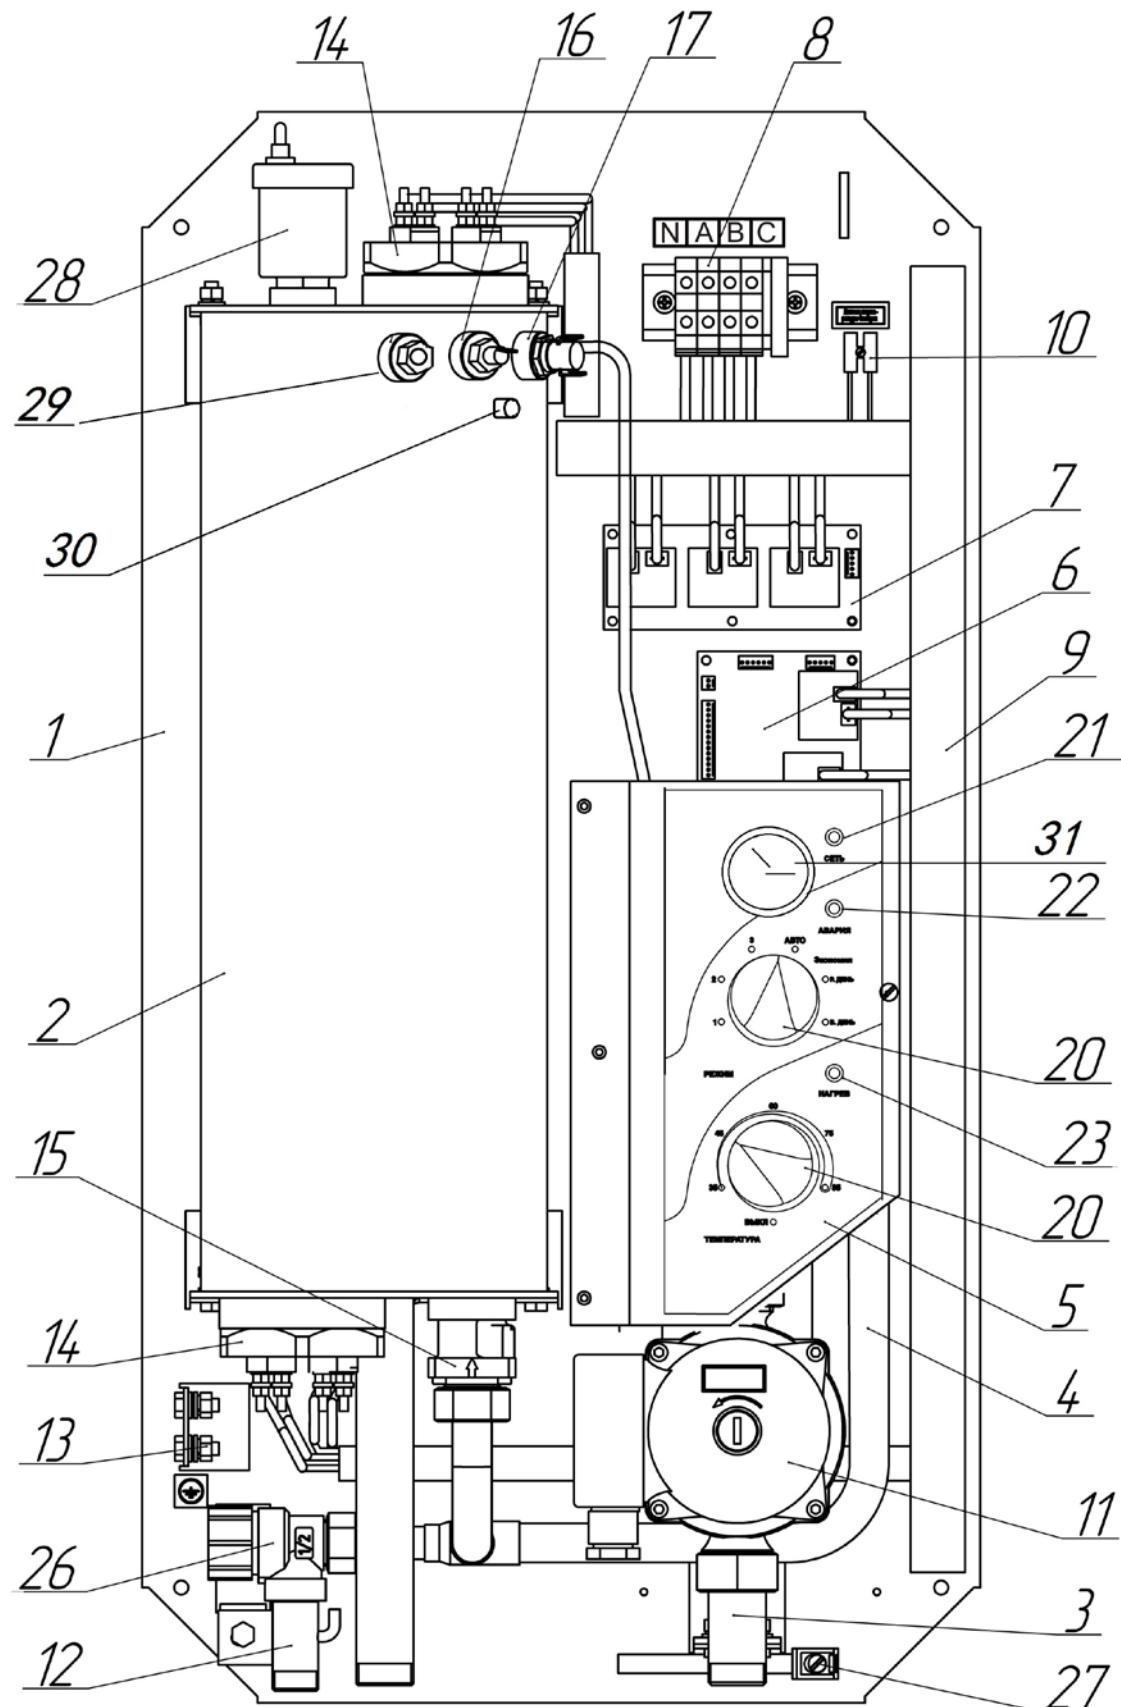
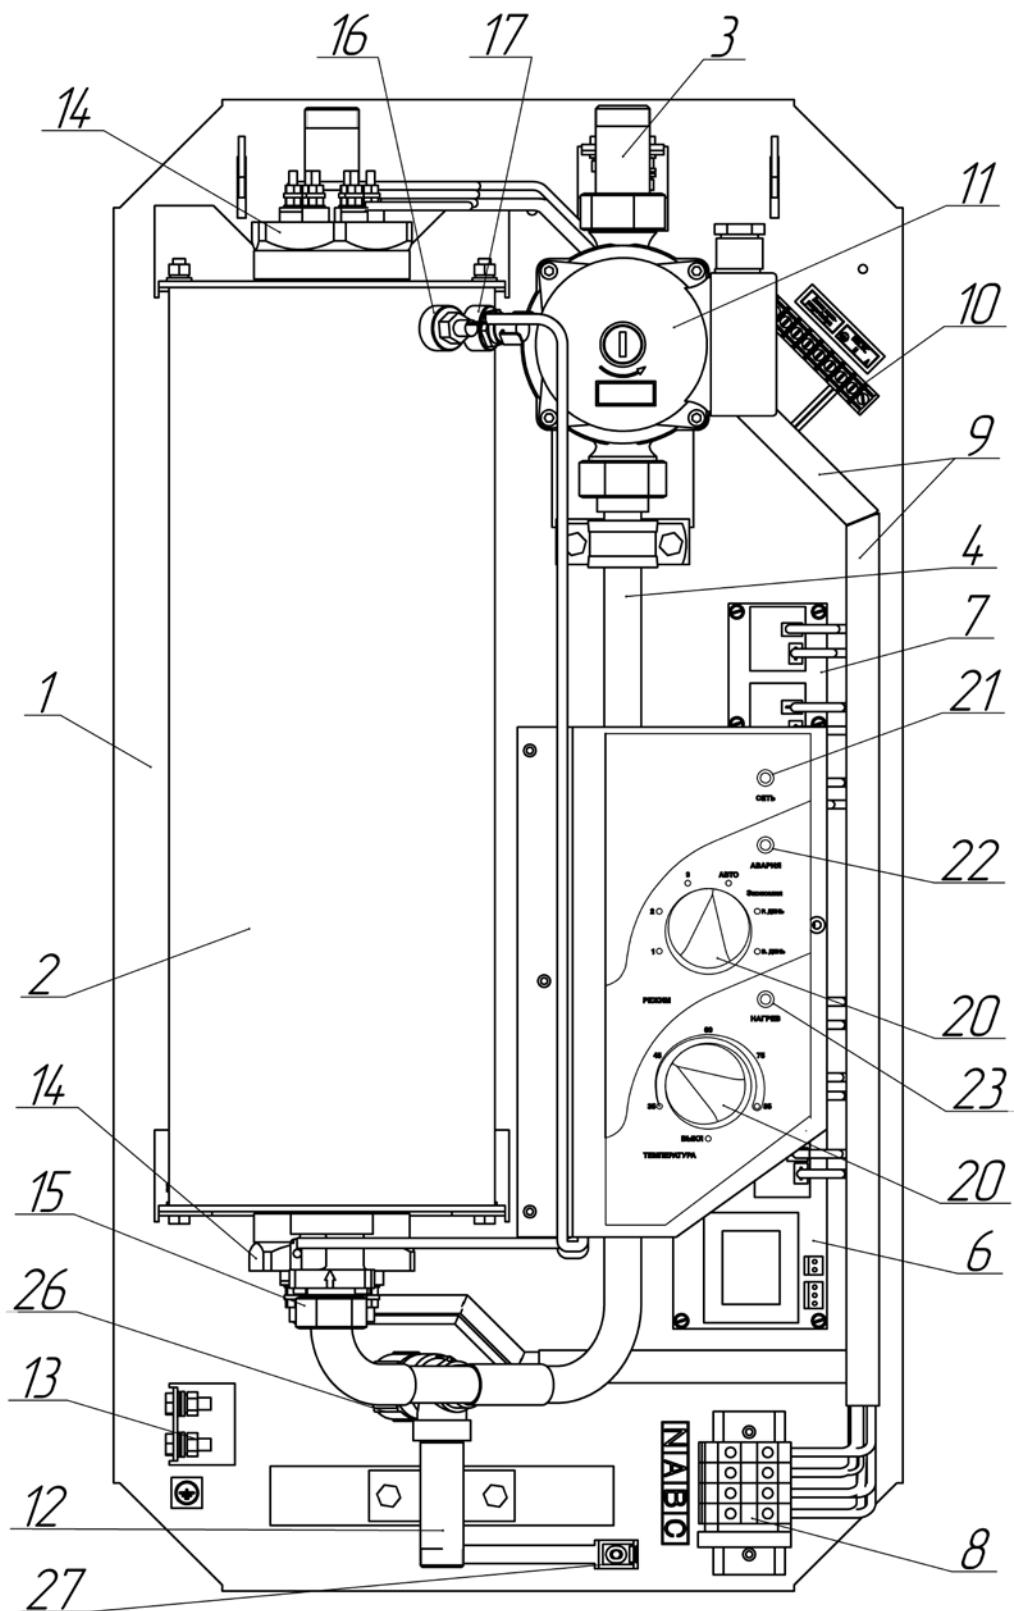

Рис. 1 Схема внешнего вида приборов ЭПН-01НМ-ХХ и ЭПН-02НМ-ХХ
Рис. 2 Схема внешнего вида прибора ЭПН-02М-ХХ (со снятым кожухом)
4.1 Схемы внешнего вида приборов ЭПН-01НМ-XX (ЭПН-02НМ-XX) и ЭПН-02М - XX со снятыми кожухами показаны на рис.1 и рис. 2 соответственно.
#### 4.1.1 Описание основных составляющих приборов ЭПН-01НМ-ХХ, ЭПН-02НМ-ХХ (рис. 1).
#### 4.1.2 Краткое описание устройства прибора ЭПН-02М-ХХ (рис. 2).
4.4. Принцип действия прибора основан на преобразовании электрической энергии в тепловую с помощью трубчатых электронагревателей – ТЭНов, которые конструктивно исполнены в виде блоков (14) (рис.1, 2). Электрически ТЭНЫ разбиты на 3 группы – ступени мощности, каждая из которых составляет 1/3 номинальной мощности котла. Это позволяет осуществлять нагрев теплоносителя на 1/3, на 2/3 или на полной мощности прибора. Для стабилизации температуры теплоносителя на заданном уровне, который называется пороговым, система управления подключает или отключает ступени мощности в соответствии с текущими параметрами и заданной программой работы.
В ручных режимах котел может работать под управлением внешнего датчика температуры воздуха (комнатного термостата), который подключается к клеммной колодке "Датчик температуры воздуха" (10) на рис.1, 2), замыкание контактов термостата приводит к выключению нагрева независимо от текущей температуры теплоносителя. При размыкании контактов восстанавливается штатная работа заданного ручного режима.
4.5.5. При подключении к прибору (к клеммной колодке "Датчик температуры воздуха" (10) на рис. 1, 2) датчика температуры воздуха (комнатного термостата) или программируемого регулятора температуры воздуха управление прибора автоматически переключается на совместную работу с этим устройством, при условии, что задан один из трех ручных режимов (см. пп. 7.2.8., 7.2.9.).
6.1.1. Приборы ЭПН-01НМ(02М)(02НМ) -ХХ должны подключаться к трехфазной электрической сети переменного тока частотой 50Гц, напряжением 380В с глухо заземленной нейтралью. Кроме того, приборы ЭПН-01НМ(02М)(02НМ) мощностью 5,1 кВт и 7,5 кВт могут подключаться к однофазной электрической сети переменного тока частотой 50 Гц, напряжением 220В, для этого на блоке зажимов (8) (рис. 1, 2) необходимо соединить все три фазы А, В, и С перемычками соответствующего сечения (см. табл. 3).